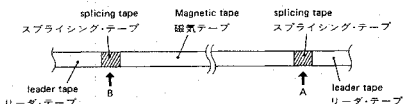

Fig. 4-10 Photo sensor adjustment (2)
2. Playing in REV direction, magnetic tape portion of test tape consists of elements in Fig.4-10(MIT-5551 tape, etc.) adjust R57 so that a voltage of 3.0 V is obtained at TP.5(+), TP.6(-).
5. Set AUTO REVERSE switch in \curvearrowright position, then play tape in FWD mode from point A in Fig.4-10. Check that tape motion changes in REV play mode at point B, then changes is FWD play mode at point A.
2. Fig.4-10に示す構成のテスト・テープ (MIT-5551 等) の磁気テープ部分を REV プレイで走行させたとき、TP. 5(+), TP.6(-)の電圧が 3.0 V になるよう R57 を調整する。
5. AUTO REVERSE スイッチを \curvearrowright 位置にセットし、テープを Fig.4-10 の A 点より FWD プレイさせる。テープが B 点の位置で REV プレイに反転し、その後 A 点の位置から再び FWD プレイ動作することを確認する。